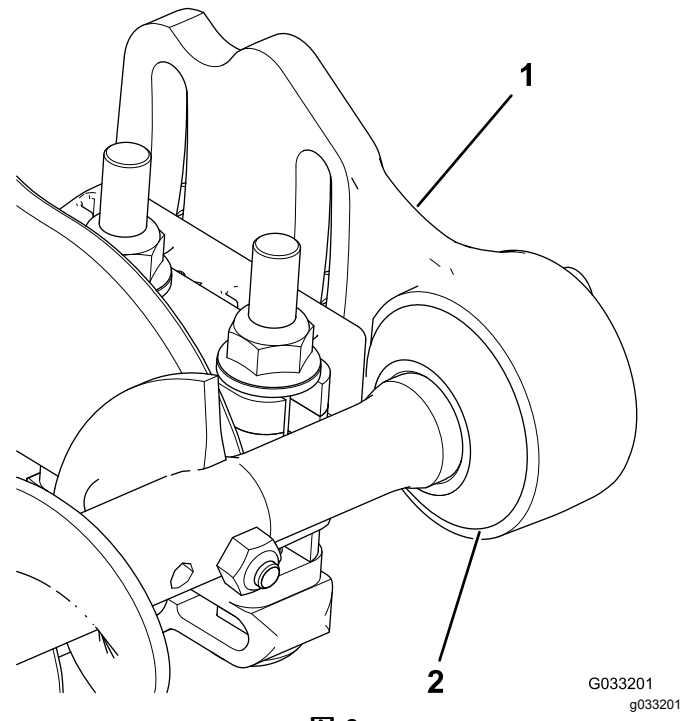

图 6
4. 向外滑动每个防尘圈直到唇形密封圈与每个轴承座轻轻接触 图 6。